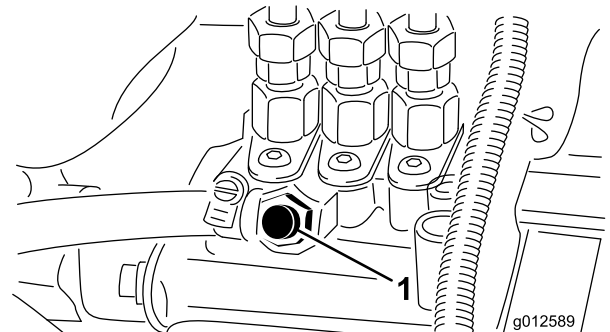

図 31
- 燃料噴射ポンプについているエア抜きネジ (図 31) をゆるめる。